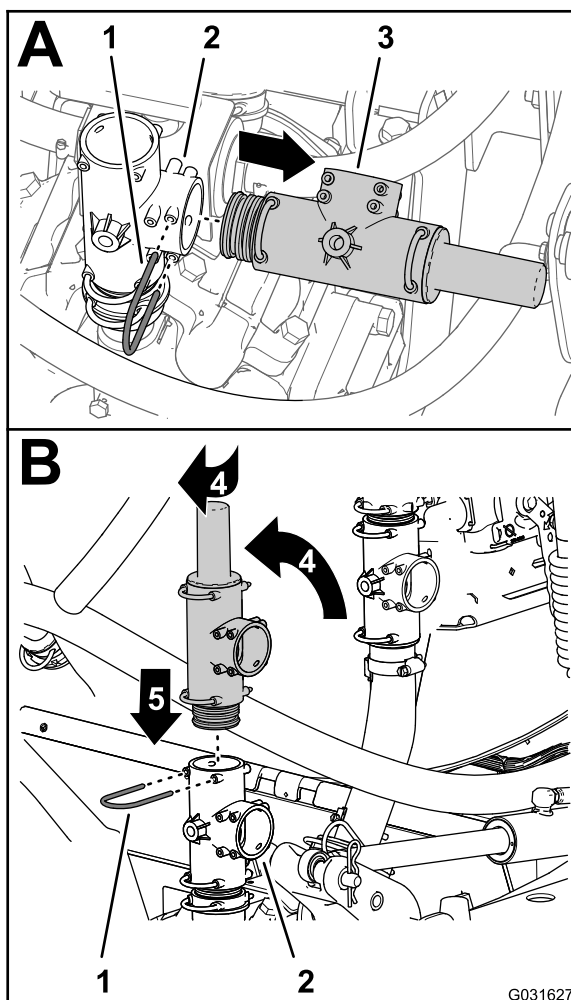

Figura 216
3. Retire o retentor que prende a válvula de descarga de pressão à união em T na bomba de pulverização enquanto retira a válvula de descarga (Figura 216).
4. Rode a válvula de descarga de pressão para cima, como se mostra na Figura 216.
5. Insira a válvula de descarga de pressão na parte superior da união em T até a válvula ficar devidamente colocada (Figura 216).